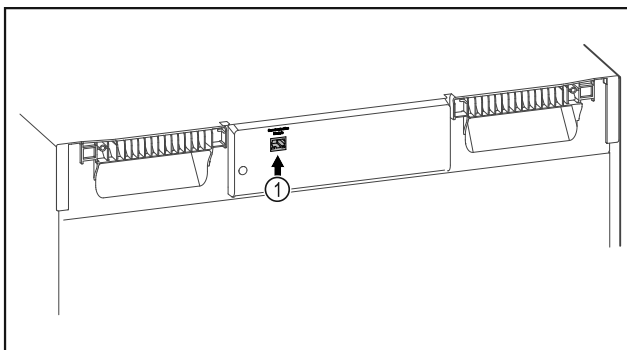

Fig. 79
- SmartModule Fig. 79 (1) встановлено.